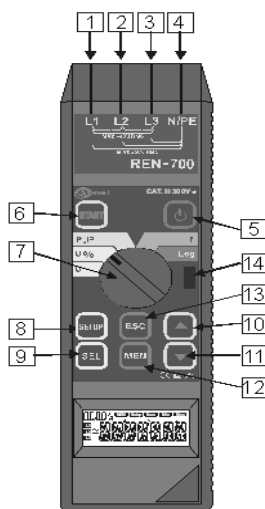

Рис. 1. Прибор REN-700
- размах изменения напряжения δU_t (критерий 1 либо 2 рис.1 ГОСТ 13109-97);